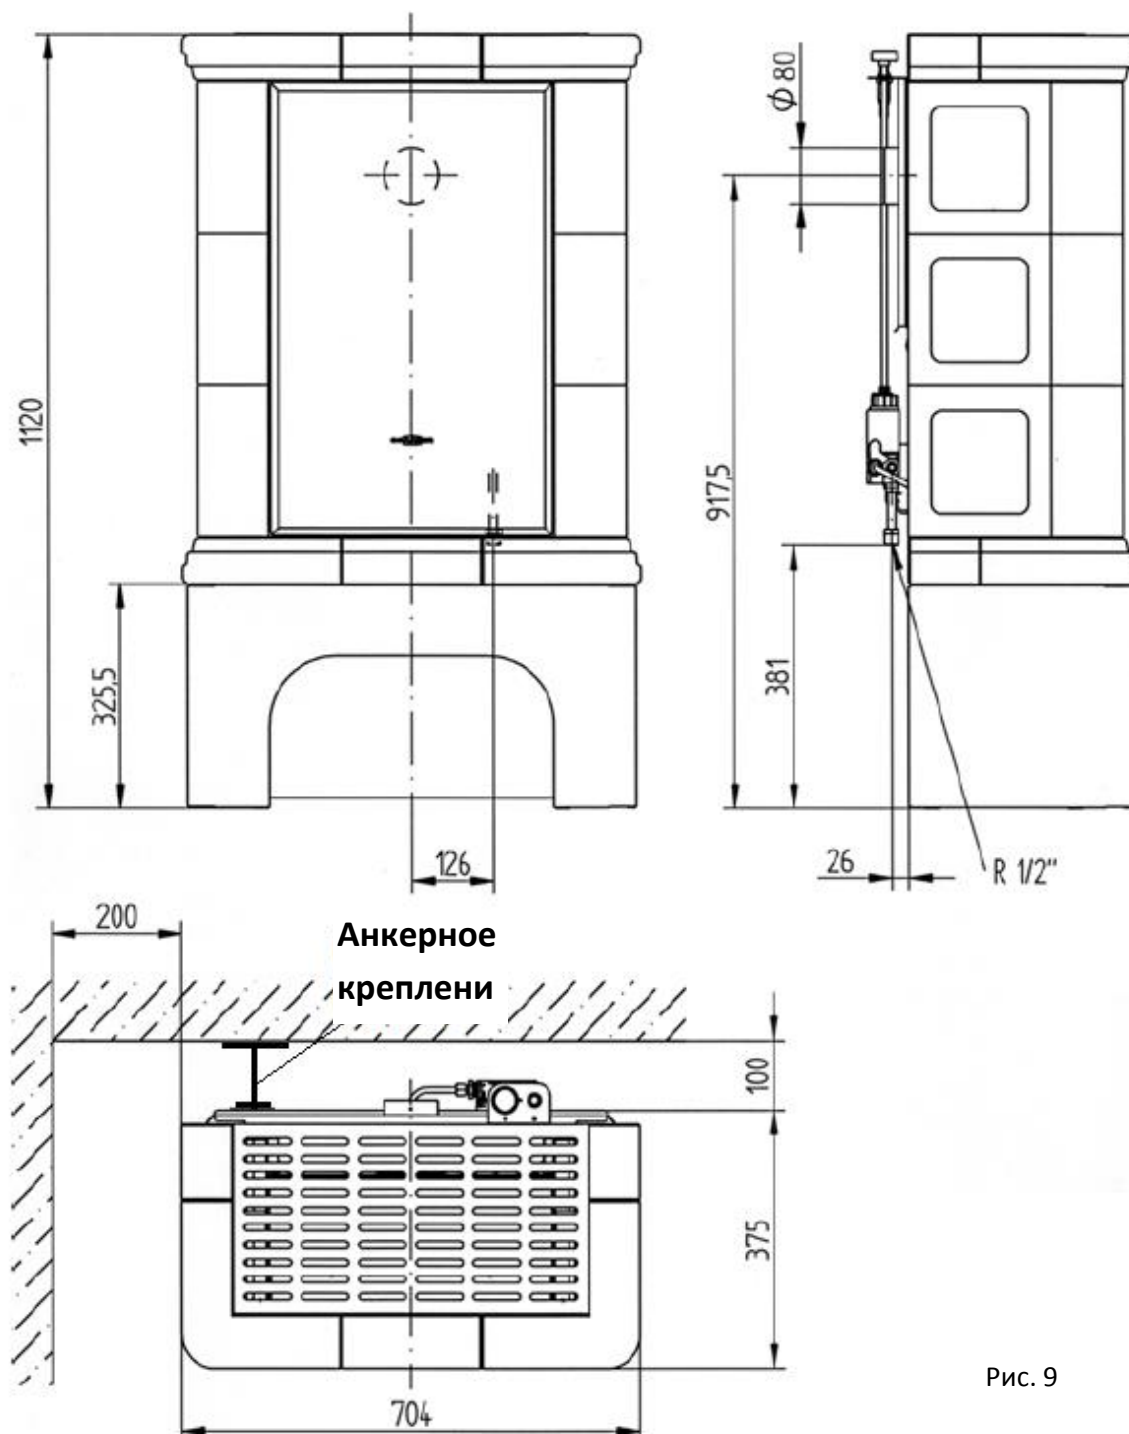
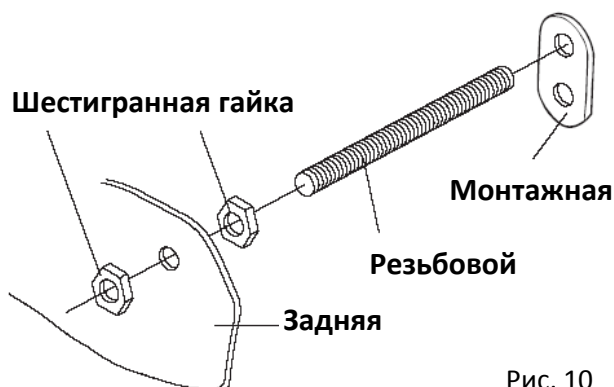

Рис. 9
Рис. 10
1. Рекомендуем использовать подходящую изоляционную прокладку (дополнительно запросите у производителя). Поместите основание **3** на пол / прокладку так, чтобы расстояние от задней стенки составляло 100 мм, боковое расстояние 200 мм и высота 325 мм (см. Рис. 9 на стр. 10). Горизонтальное положение основания можно получить при помощи регулируемых ножек.
3. Если используется гибкое газовое соединение, устройство должно быть защищено от смещения и закреплено на стене (Рис. 10). Для этой цели используйте прилагаемые резьбовые стержни, которые монтируются в отверстия в левом верхнем углу устройства, если смотреть на отопительное устройство спереди (см. Рис. 9 на стр. 10). Фиксацию выполните после установки монтажной панели на стеклу при помощи обеих гаек.